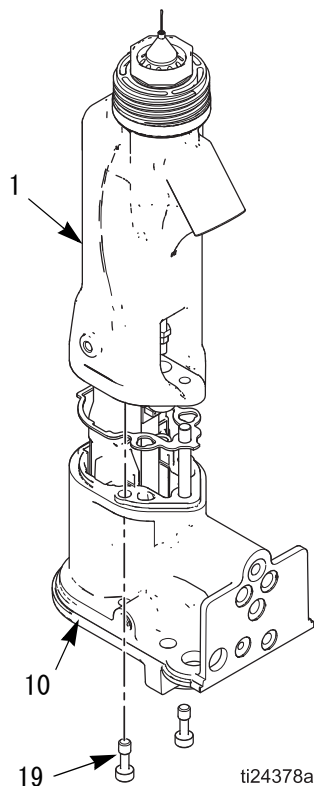

図 34. バレルの取り外し
- 2 本のネジ（19）をゆるめます。図 34 を参照してください。
- 片手でガン本体（10）を持って、真っすぐに本体からバレル（1）を引き抜きます。図 34 を参照してください。